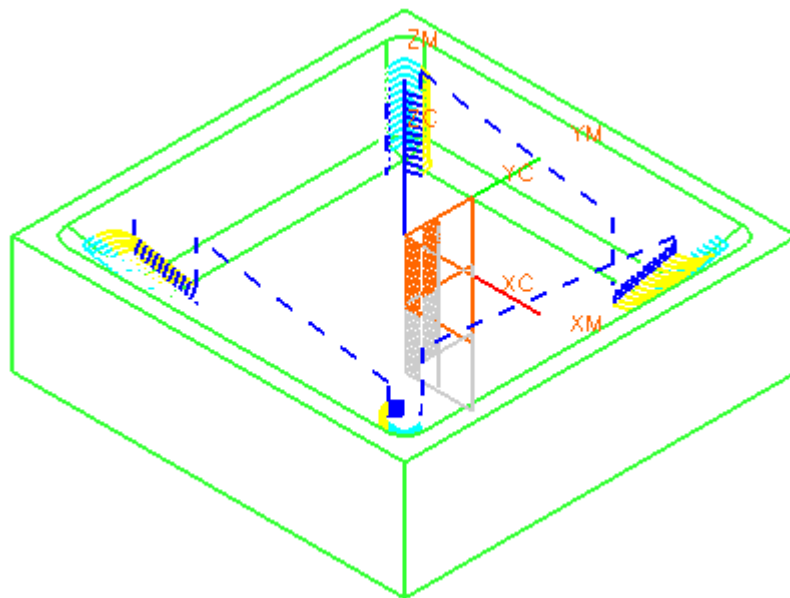

图 5-66
- 单击  生成刀轨，如图 5-66 所示，单击 OK 确认。